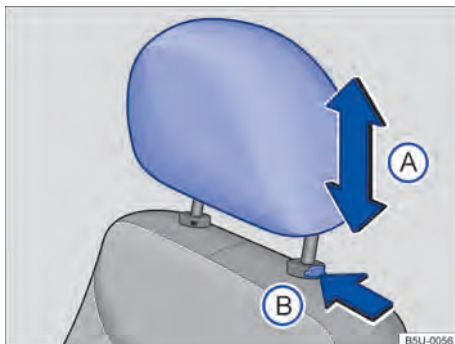

Fig. 45 Desinstalar o apoio para cabeça dianteiro.
- Pressionar a tecla \Rightarrow Fig. 45 (B) no sentido da seta. Retirar o apoio para cabeça com a tecla pressionada.